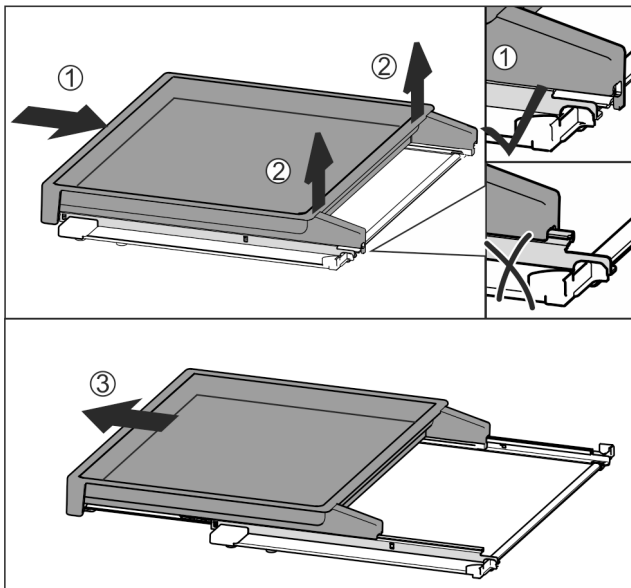

Fig. 50
- ▶ Insérer complètement la bordure télescopique Fig. 50 (1).
- ▶ La désenclencher à l'arrière Fig. 50 (2).
- ▶ Sortir la bordure télescopique par l'avant Fig. 50 (3).